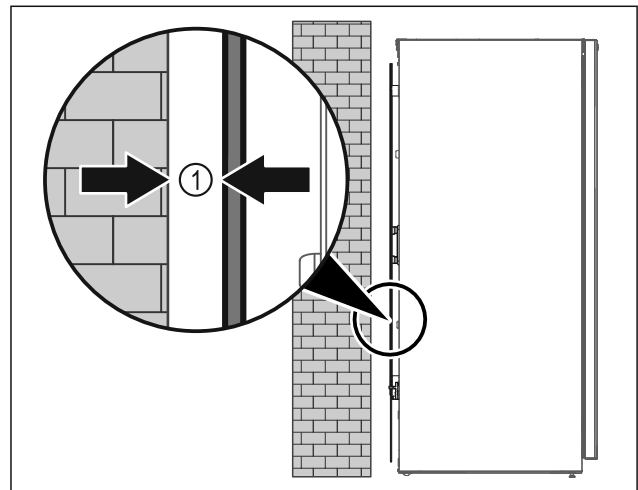

Fig. 8
- Pystytä laite joko huonetilaan vapaasti seisomaan tai suoraan seinän viereen noudattaen 5 mm Fig. 8 (1) vähimmäisetäisyyttä.